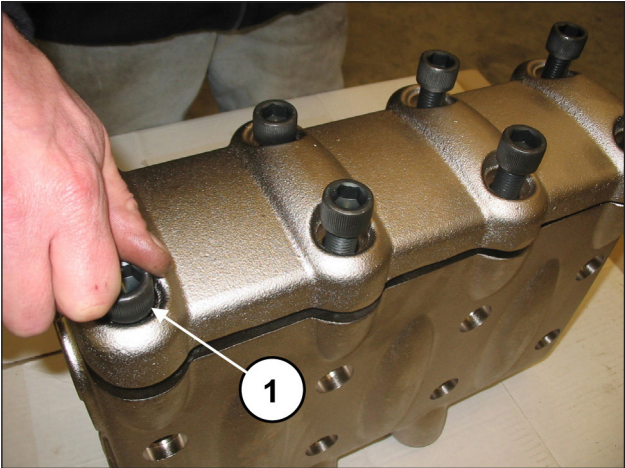
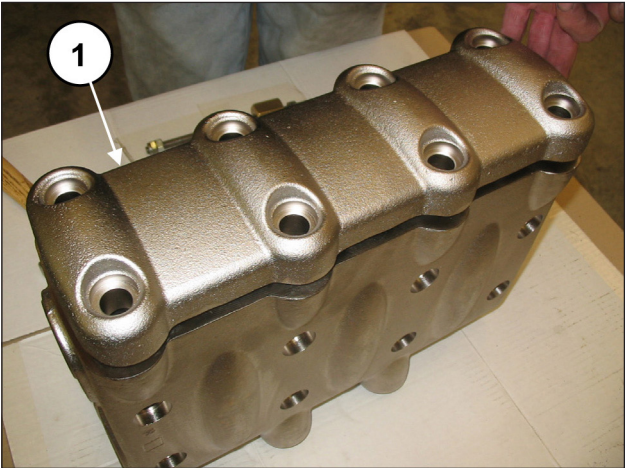

Fig. 99
Fig. 100
Desaperte os 8 parafusos M16x55 da tampa das válvulas (pos. ①, Fig. 99) e retire a tampa (pos. ①, Fig. 100).